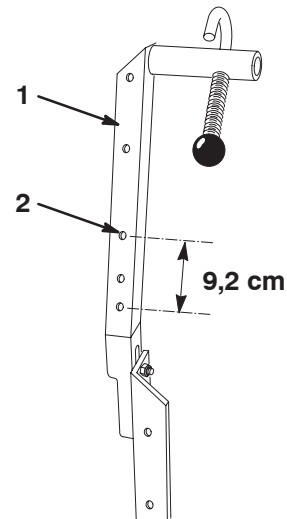

Figure 6
- Si votre machine est équipée d'une rampe standard, percez un trou (11/32 pouce dia.) dans le support de rampe droit, à 9,2 cm au-dessus du centre du trou le plus bas (Fig. 6).